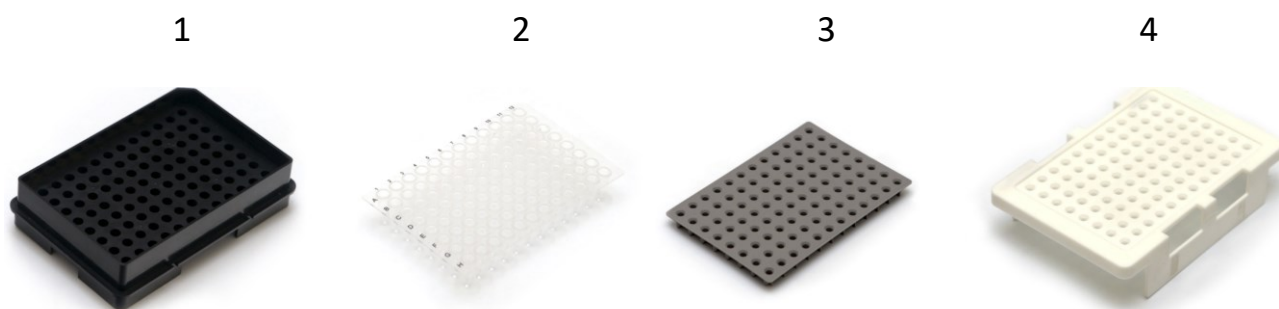

Рисунок 10. Элементы планшета: 1 — держатель планшета, 2 — 96-луночный планшет для образцов, 3 — антииспаритель, 4 — фиксатор планшета
1. На рис. 10 представлены элементы планшета в разборе.